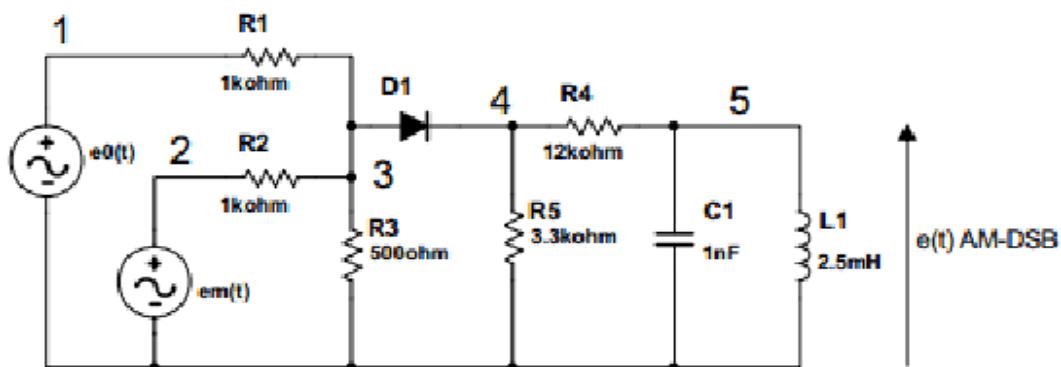

Figura 1 – Circuito do modulador AM- DSB.
- 3) Coloque as ponteiros (PROBES) nos pontos de medição de 1 a 5 ilustrados na Figura 1;